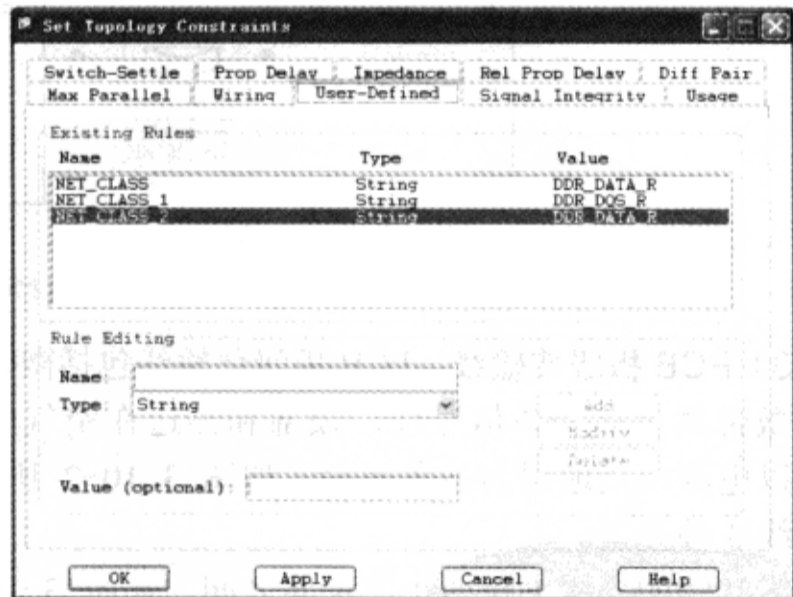

图 3-9-47 添加约束
(6) 单击“Add”按钮添加约束设置，如图 3-9-47 所示。
(7) 单击“OK”按钮，关闭“Set Topology Constraints”窗口。
(8) 从 SigXplorer 中执行菜单命令“File”→“Save”，保存拓扑。